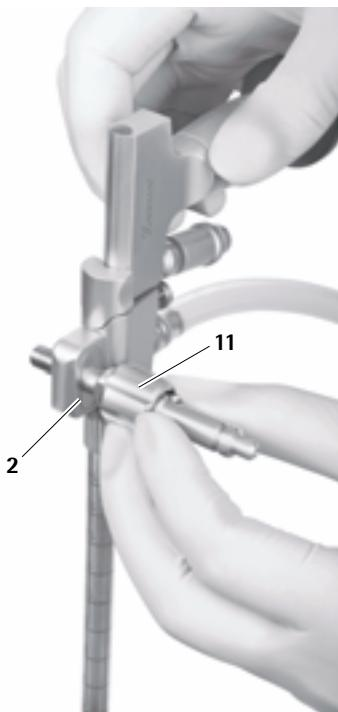

Fig. 18
- Inserire l'adattatore braccio di tenuta **11** lateralmente in un foro a scelta (destro/sinistro) finché la flangia scatta nell'apposita scanalatura **2** che serve per il fissaggio del braccio di tenuta, vedere Fig. 18.